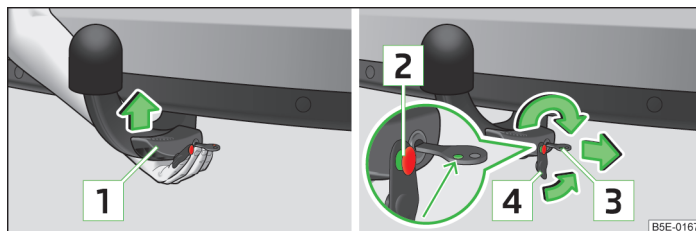

Fig. 154 Introducerea tijei cuplei / încuierea și așezarea capacului încuietorii
- Prindeți tija cuplei de jos » fig. 154 și introduceți-o în locul de fixare până când se fixează cu zgomot » .